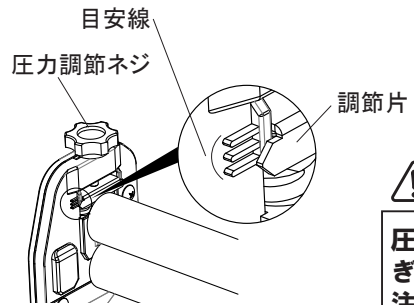

図23
2. 図23のように圧力調節ネジの下側に絞りの強さを示す目安線（3本の突起）と調節片が左右にあります。圧力調節ネジを右に回すと調節片が下がり、左に回すと上がります。調節片が下にいくほど絞る力が増します。調節片は必ず左右とも同じ目安線の位置に合わせてご使用ください。